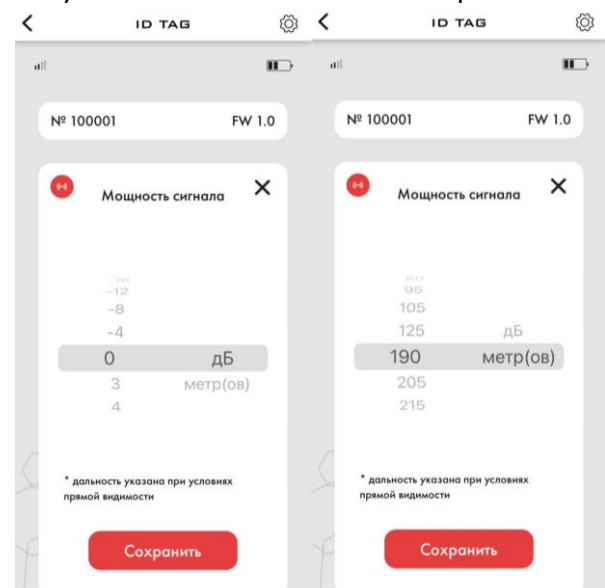

Рисунок 6 - Окно «Мощность сигнала»
- При нажатии кнопки «Мощность сигнала» (рисунок 6), можно уменьшать или увеличивать дальность действия метки в условиях прямой видимости. Для удобства, настройку можно производить как в метрах, так и в дБ;